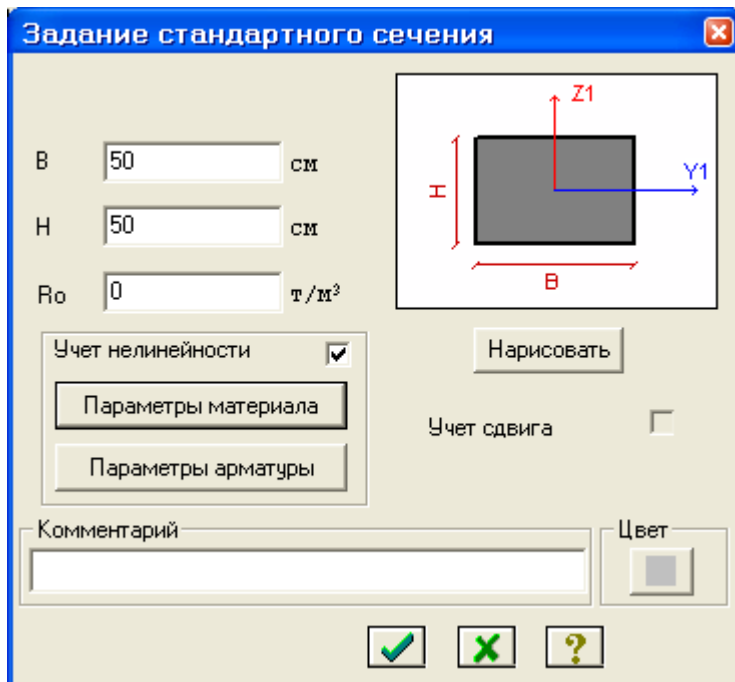
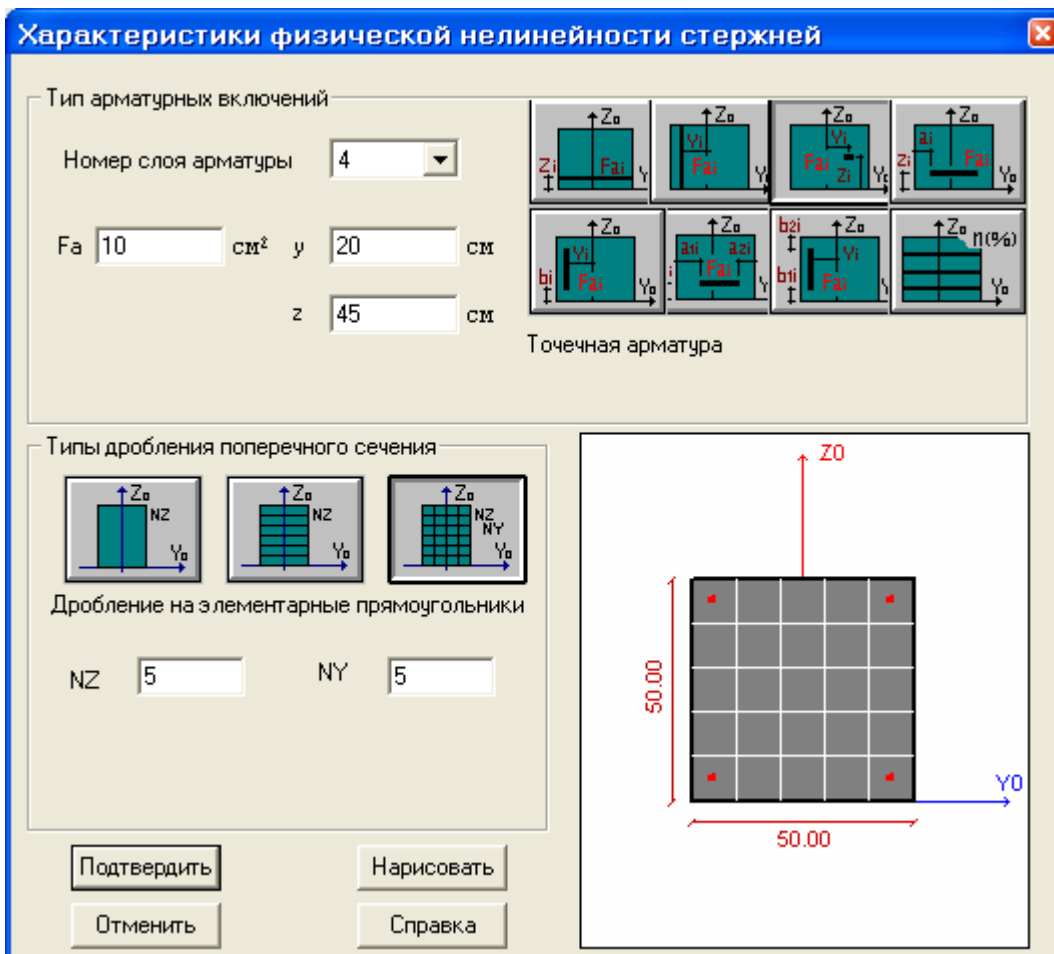

Рис.16.6. Диалоговое окно Задание стандартного сечения
Рис.16.9. Диалоговое окно **Характеристики физической нелинейности стержней**
- В диалоговом окне **Задание стандартного сечения** (рис.16.6) задайте параметры сечения **Брус**:
- Для задания расположения и площади арматуры, в диалоговом окне **Задание стандартного сечения** (рис.16.6) щелкните по кнопке **Параметры арматуры**. Вызывается диалоговое окно **Характеристики физической нелинейности стержней** (рис.16.9).